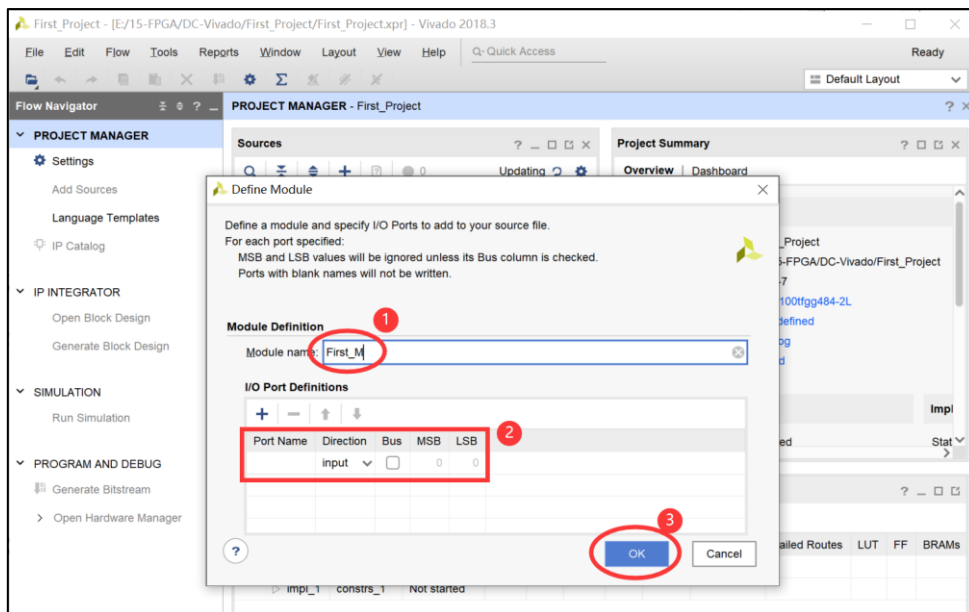

图3.11 创建 Verilog HDL 模块
(8) **创建工程的 HDL 模块。**上一步单击“Finish”按钮后，弹出图 3.11 所示的对话框，用于定义工程的 HDL 模块，其中 Module name 栏用于输入模块名，默认模块名是之前新建的*.v 文件的文件名，即：First_M；在下面可以定义模块的端口名（Port Name）、选择端口输入输出方向（Direction，input、output 或 inout）、勾选位宽是否多位（即总线 Bus），如果是总线型，则可以输入最高序号（MSB）和最低序号（LSB）。这里也可以不操作，直接点击“OK”，后续编写源程序时再定义模块端口。